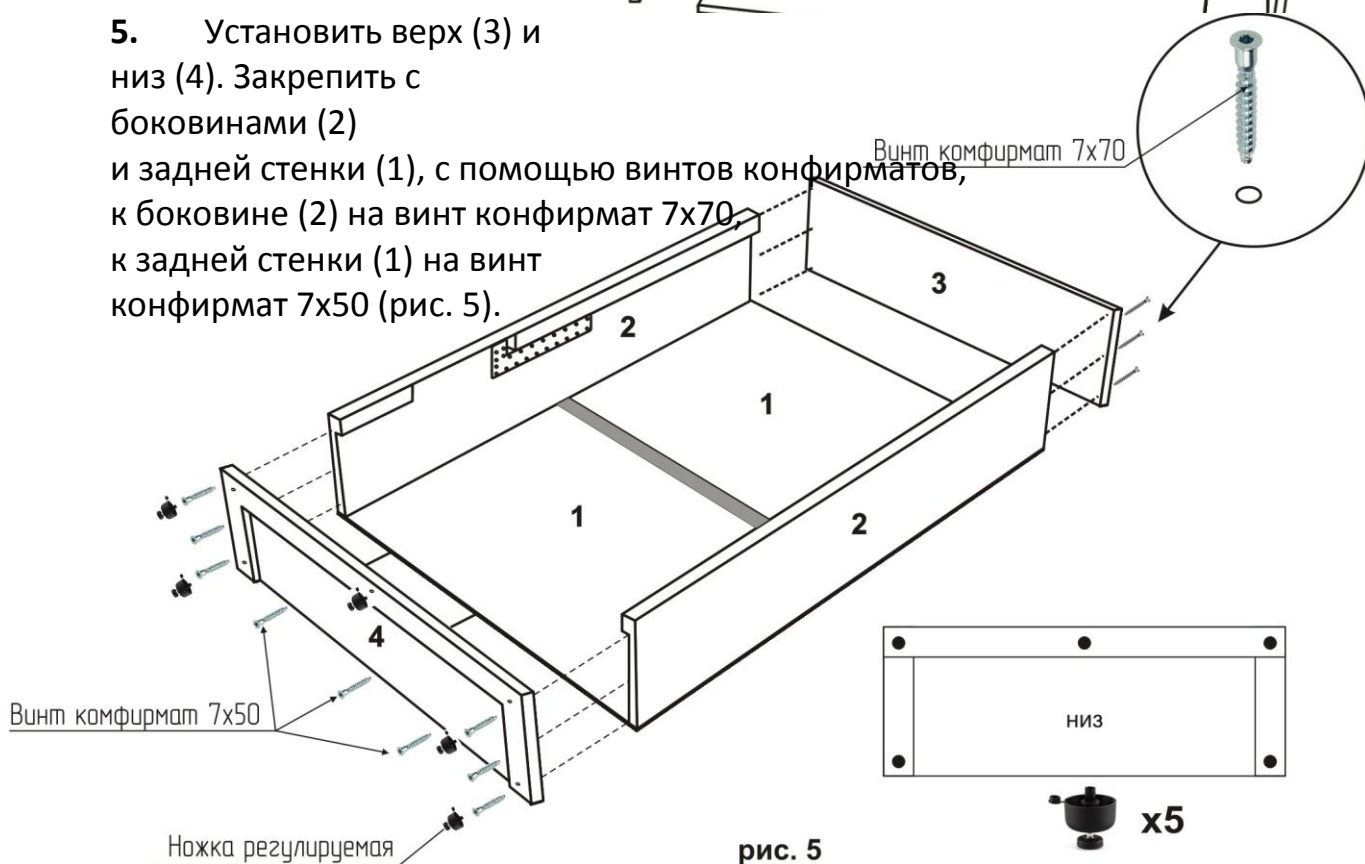

рис. 5
5. Установить верх (3) и низ (4). Закрепить с боковинами (2) и задней стенкой (1), с помощью винтов конфирматов, к боковине (2) на винт конфирмат 7x70, к задней стенке (1) на винт конфирмат 7x50 (рис. 5).
6. Установить ножки регулируемые 5 штук (рис.5).